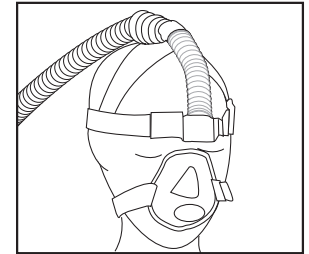

Figura 7
- Colóquese la mascarilla sobre el rostro. Tense las tiras para ajustarla cómodamente sin que le apriete (**Figura 7**).